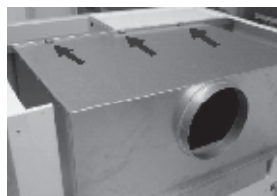

Рис. 6
2. После снятия верхнего покрытия демонтировать прерыватель тяги. Прерыватель тяги закреплен 3 саморезными винтами к внутренней стороне котла (рис. 6).